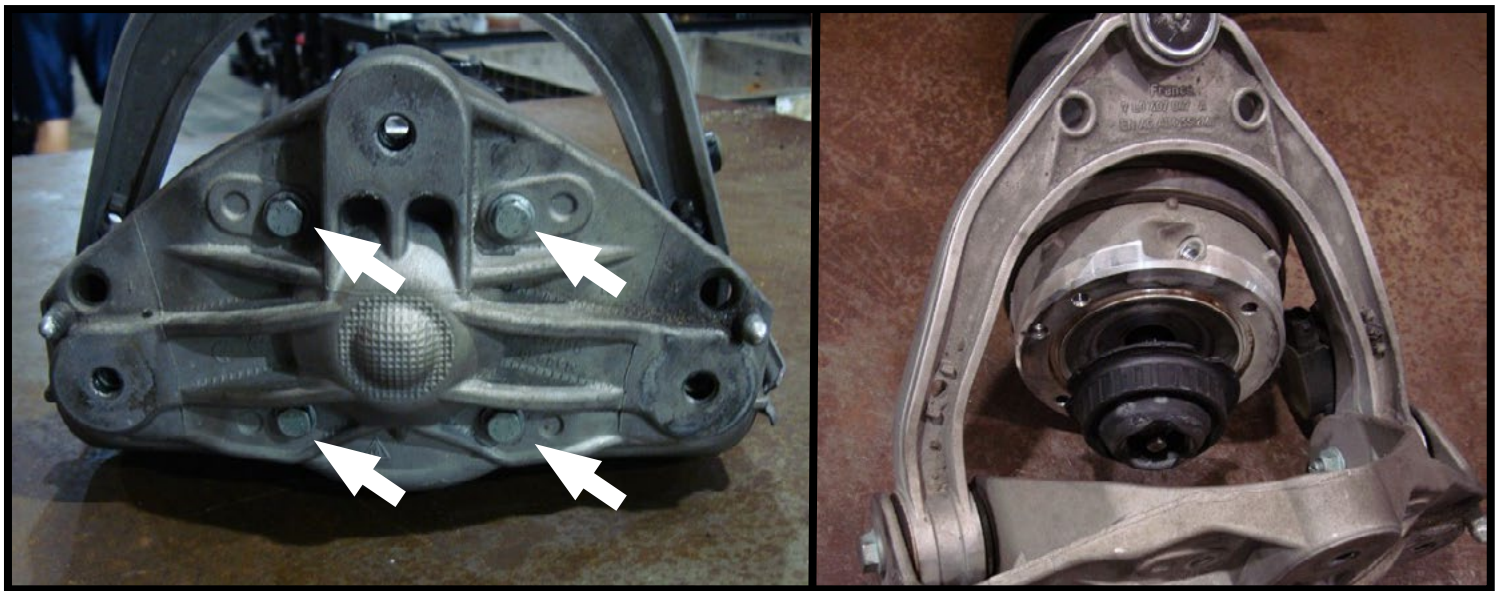

ABBILDUNG 20-1
1. VIER SCHRAUBEN HERAUSDREHEN, DIE DIE LUFTFEDER AM OBEREN LUFTFEDERBEINLAGER HALTEN, UND ENTSORGEN. (ABBILDUNG 20-1)